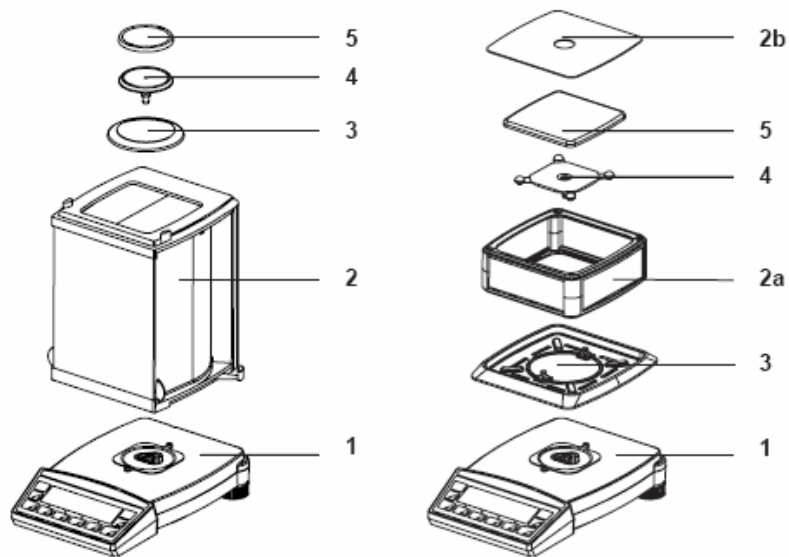

Рис. 2.1 Ваши весы
Весы состоят из корпуса (1), держателя чаши весов (4) и чаши (5), которая в зависимости от модели может быть квадратной (рис. 2.1 справа) и круглой (рис. 2.1 слева).
В зависимости от модели (см. Гл. 2.3 "Данные и параметры") весы могут иметь в комплекте простой защитный экран (рис. 2.1 справа) или защитный экран со шторками (рис. 2.1 слева) и/или защитное кольцо (3).